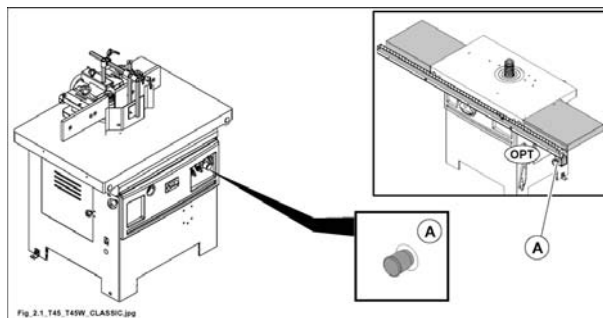

Fig. 2.1
- 2.1 Disposizione e descrizione dei dispositivi di emergenza (Fig. 2.1) 2
2.1 DISPOSIZIONE E DESCRIZIONE DEI DISPOSITIVI DI EMERGENZA (FIG. 2.1)